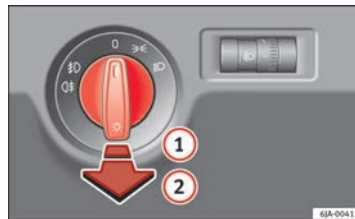

Fig. 55 Quadro strumenti: interruttore delle luci ►
- Ruotare l'interruttore delle luci ⇒ **fig. 55** portandolo in posizione ☞ o ☞.
- Quindi, tirare l'interruttore e portarlo nella posizione ①.
- Ruotare l'interruttore delle luci ⇒ **fig. 55** ⇒ pagina 99 portandolo in posizione ☞ o ☞.
- Quindi, tirare l'interruttore e portarlo nella posizione ②.